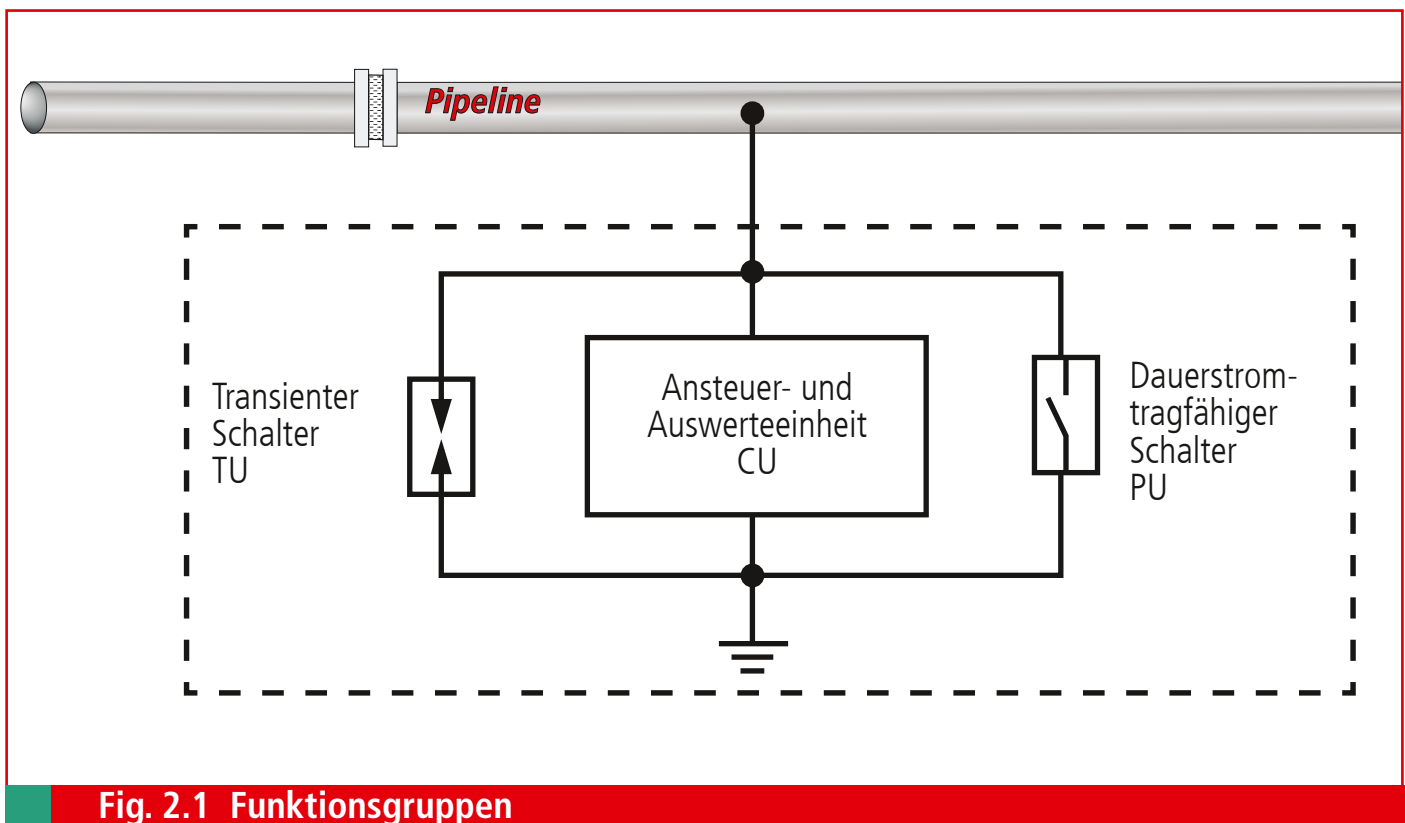
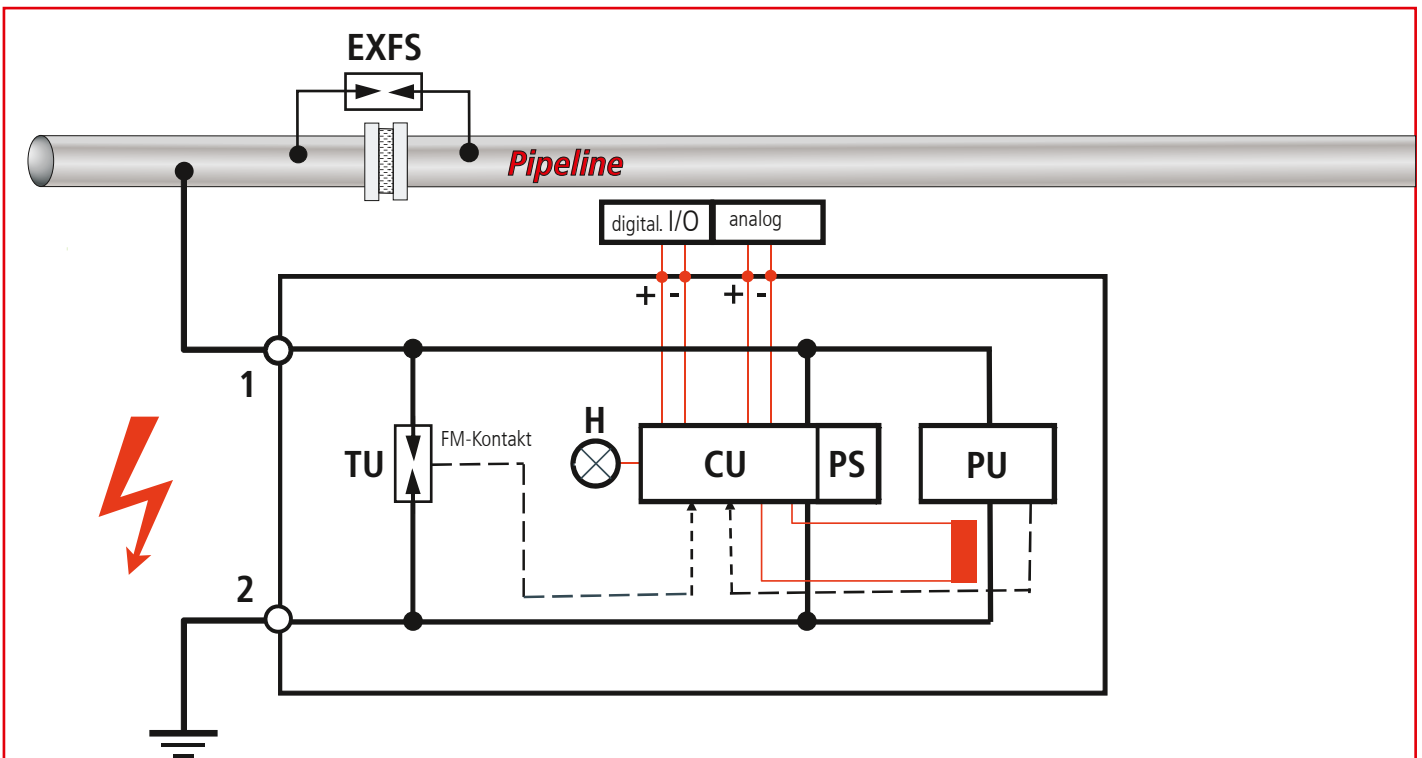

Fig. 2.1 Funktionsgruppen
Fig. 2.2 Funktionseinheiten
Die **Spannungsgesteuerte Abgrenzeinheit** Typ **VCSD** - Voltage-controlled smart decoupling device wird in elektrischen Systemen mit einem hohen Ausbreitungs- und Vernetzungsgrad, die durch Fremdspannungen von unterschiedlichen Störquellen (z.B. Hochspannungssysteme, Bahnstromversorgungs-systeme, Niederspannungssysteme, Blitzbeeinflussung) beeinflusst werden, eingesetzt (siehe auch Fig. 2.1) und Fig. 2.2, Seite 6).
Komponenten zur Begrenzung energiereicher Transienten, wie sie bei Blitzbeeinflussungen entstehen, bestehen aus hochleistungsfähigen Funkenstrecken. Die charakteristische Eigenschaften von Funkenstrecken ist ihre kurze Ansprechzeit (typisch 100ns) und ihr hohes Energieableitvermögen bei Impulsbelastung im μs -Bereich (z.B. einige 10kA (10/350 μs)). Länger andauernde Ableitvorgänge (stationärer bzw. temporärer Zeitbereich) führen zu thermischen Überlastung. Deshalb muss bei solchen Vorgängen eine „Entlastungsschaltung“ den Ableitvorgang „übernehmen“, d.h. der Ableitstrom über die Funkenstrecke muß vollständig auf die „Entlastungsschaltung“ kommutieren, sobald die Überspannung den transienten Zeitbereich übersteigt. Diese Entlastungsschaltung (PU) besteht bei der **Abgrenzeinheit** VCSD 40 IP65 aus Leistungshalbleitern, die zum Übergangzeitpunkt transient zu temporär / stationär über eine koordinierende Auswerteelektronik zugeschaltet werden. Die Auswerteelektronik (CU) wertet verschiedene Sensorsignale aus und koordiniert so das Zusammenspiel der einzelnen Funktionseinheiten (siehe Fig. 2.2).